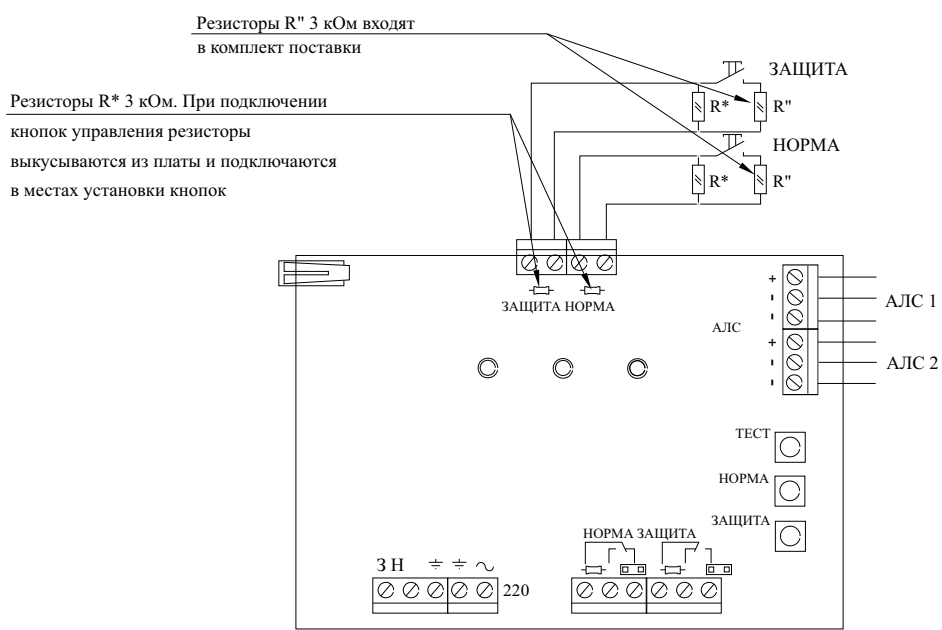

Рисунок 7
5.9 Внешние кнопки должны оснащаться резисторами для контроля целостности цепи. Резисторы монтируются в непосредственной близости от кнопок (рисунок 7).